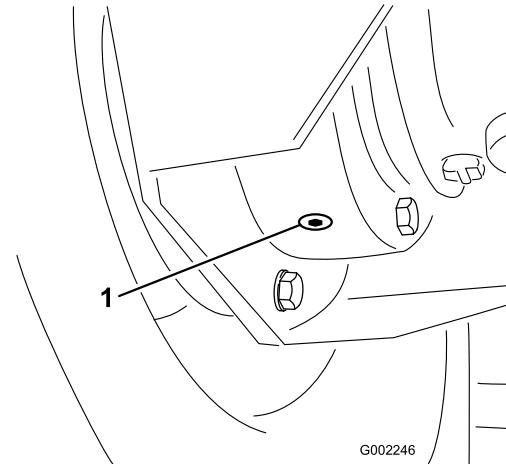

Figura 77
4. Coloque un recipiente de drenaje debajo del tapón de vaciado interior y retire el tapón (Figura 77).